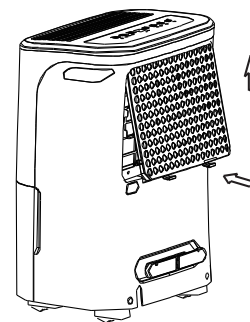

Abb. 10
- Fassen Sie die Lasche am Filter und ziehen Sie sie nach oben heraus. Ziehen Sie sie dann wie in Abb. 10 gezeigt heraus.
- Setzen Sie den Luftfilter von unten nach oben in die Einheit ein. Siehe Abb. 10.